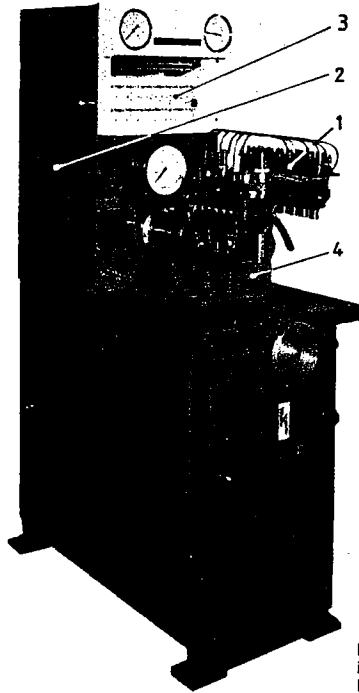

Figura 1. Banco de pruebas de bombas de inyección de la marca HARTRIDGE con una bomba rotativa montada.
Otra importante garantía de su buen quehacer estará representada por el tipo de aparatos de comprobación de que disponga. Resulta indispensable disponer de un buen banco de pruebas para bombas de inyección o en su defecto de todos los aparatos de comprobación que un banco de pruebas integra. Pero, desde luego, es más aconsejable disponer de un buen banco capaz de integrar todas las comprobaciones que es preciso realizar en una bomba para comprobar su perfecto funcionamiento. En la figura 1 tenemos uno de estos bancos de prueba para bombas en el que se halla montada una bomba rotativa para su comprobación. Dispone de una serie de inyectores maestros (1), de pruebas, a los que hay que acoplar las salidas de inyección de la bomba. En 2 vemos el cuadro de aparatos de control que dan indicación al mecánico de las condiciones en que se está efectuando la prueba. Por otra parte, un juego de probetas graduadas (3) pueden hacer medición exacta de la cantidad de combustible que a cada inyección proporciona cada uno de los inyectores. Por último, en 4, tenemos el lugar de colocación de los soportes especiales para el acoplamiento de las diferentes bombas que en este tipo de bancos pueden irse colocando de diferentes modelos.